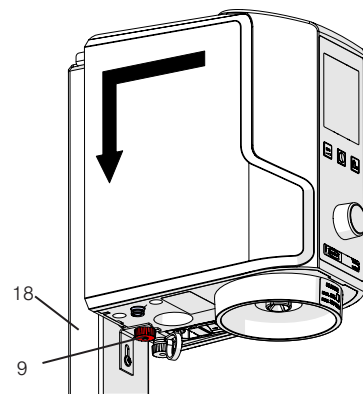

図. 3
8. 本装置をルレットナットで確実に支えて下さい (9, 図 3)。